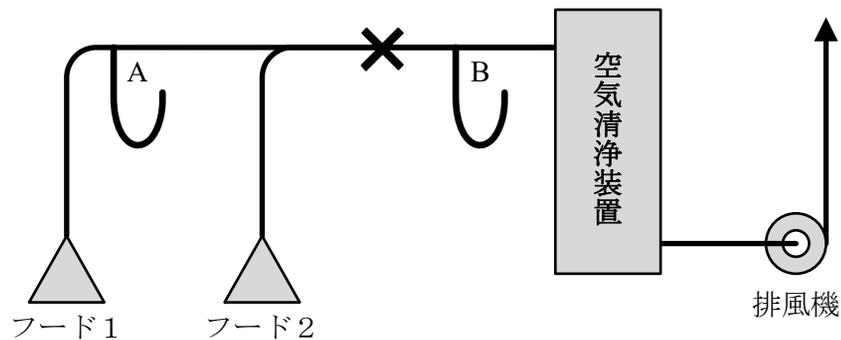
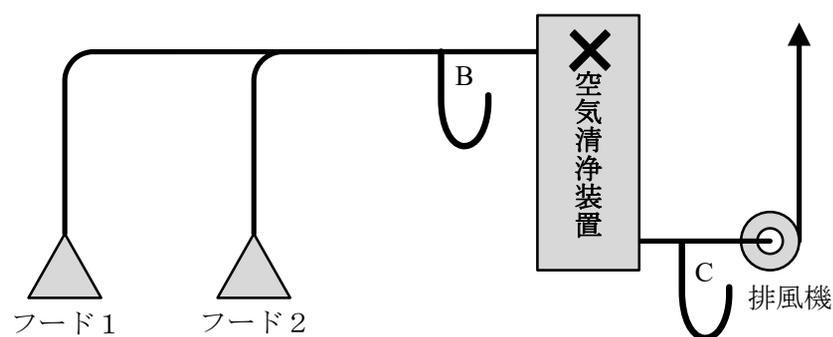

図3-1 局所排気装置
図3-4 局所排気装置
(2) 図3-1～図3-4に示した局所排気装置の×印の位置で詰まり等が生じた場合、A、B、Cの位置での静圧をマンメータで測定したときの静圧の値の絶対値は、「増加する」、「減少する」、「変化しない」のいずれになるか答えよ。
① 主ダクト（×の位置）に詰まりが生じた場合